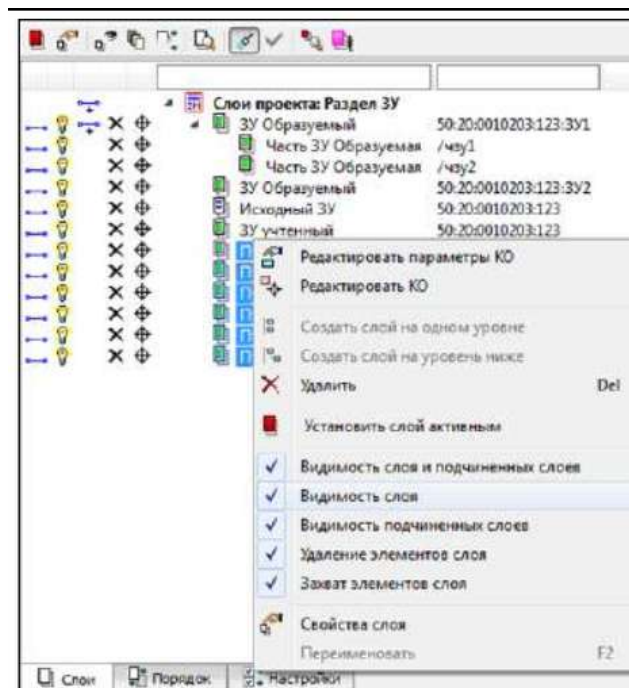

Рисунок 10 – Графическое окно слой проекта: Раздел ЗУ
5. Отключите видимость слоев – **Пункт ОМС** (рис. 10).